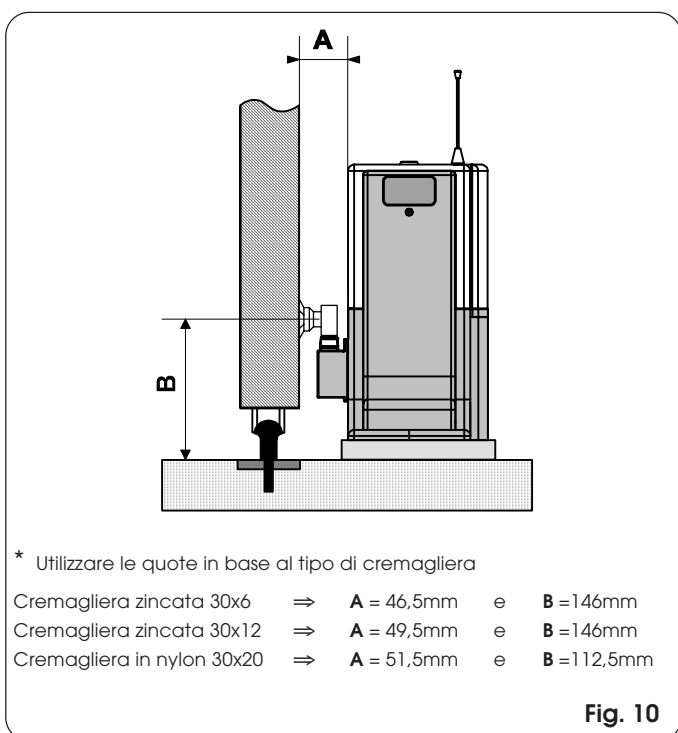

Fig. 10
- Registrare la distanza dell'operatore dal cancello facendo riferimento a Fig. 10.